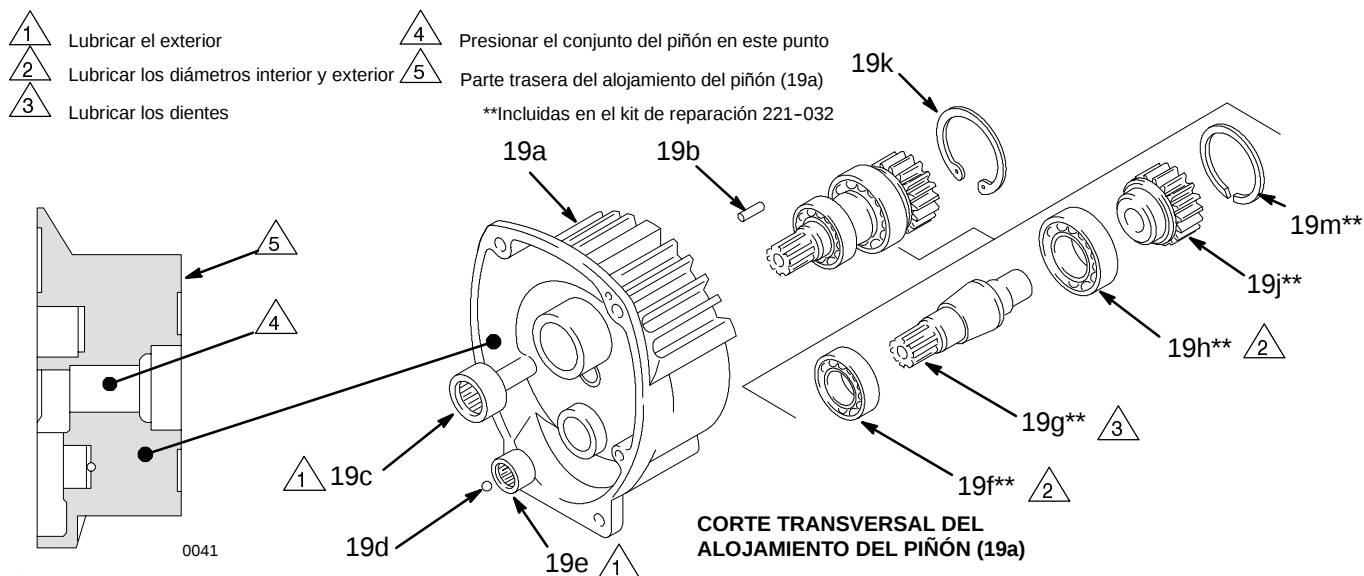

Fig. 9
NOTA: Consulte la Fig. 9 a menos que se indique lo contrario.
5. Aplique lubricante en las piezas, de la forma indicada en la Fig. 9.